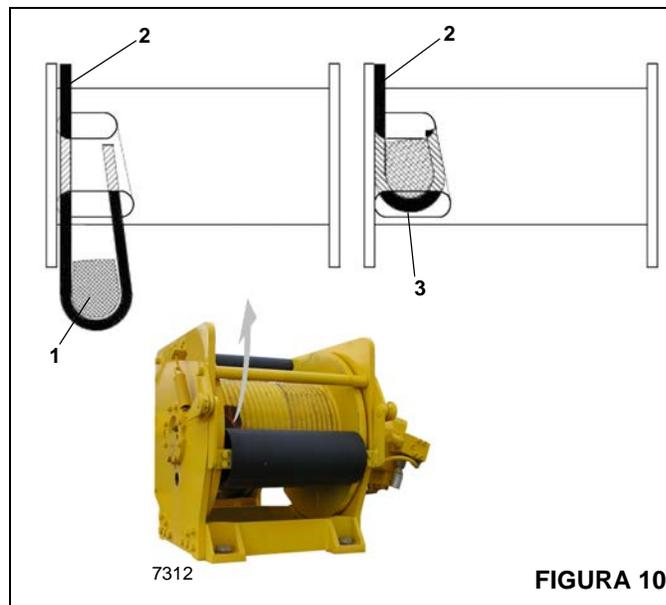

FIGURA 10
12. Inserte el cable a través de la ranura y colóquelo alrededor de la cuña de anclaje (1) (Figura 10).